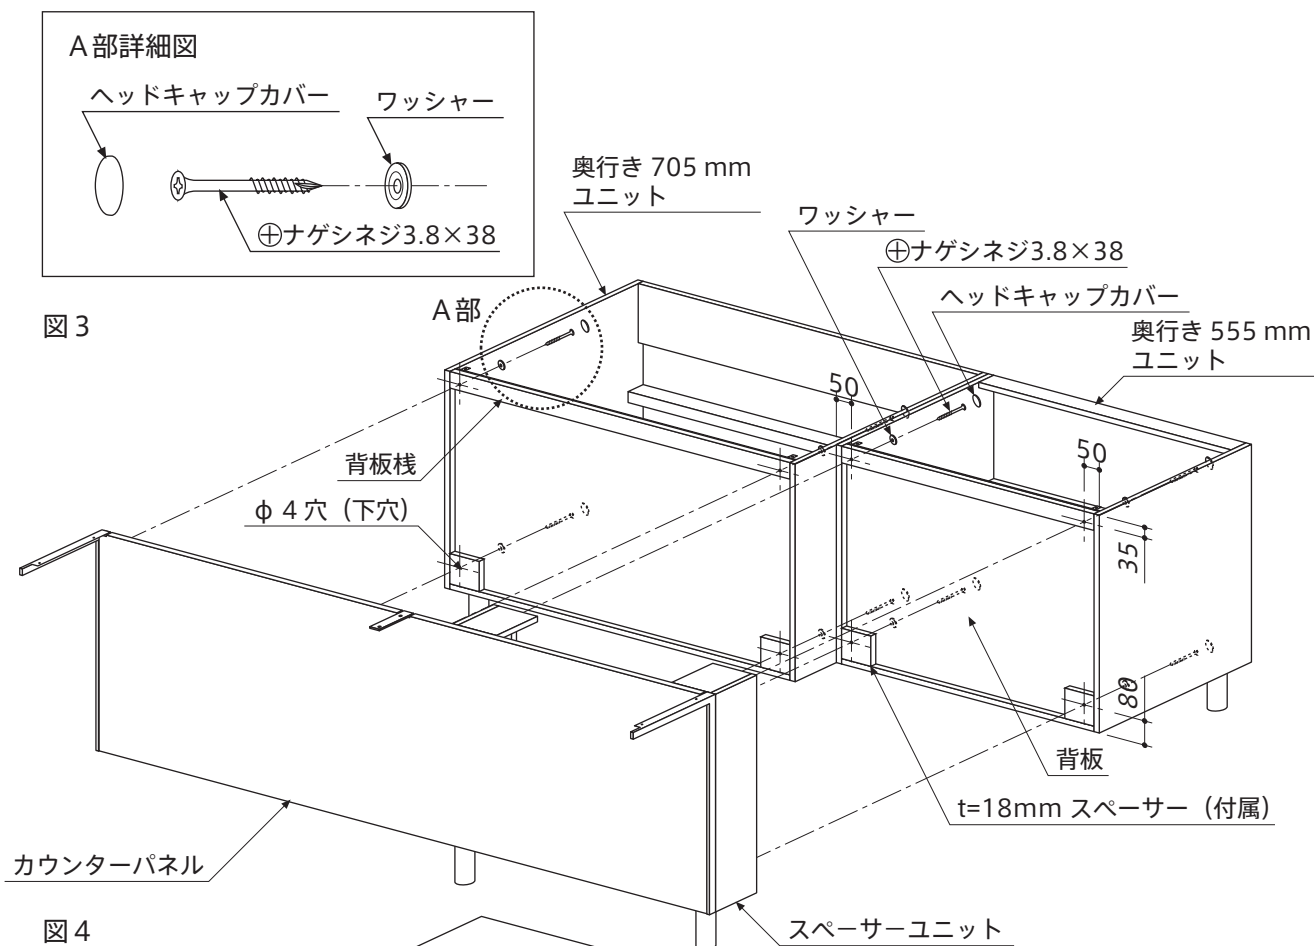

図3
6. ユニット内から⊕ナゲシネジ3.8×38にワッシャーを通して、カウンターパネルおよびスペースユニットを固定し、ヘッドキャップカバーをはめます。（図3）